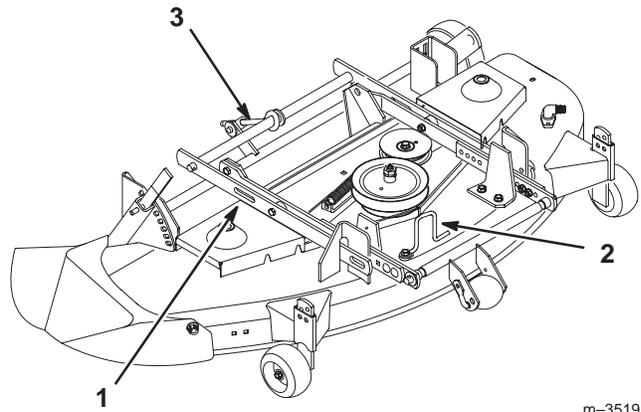

Bild 6
4. Positionieren Sie das Mähwerk, so dass die seitlichen Schlitz der Mähwerkbefestigungshalterungen (Bild 6) genau unter dem Mähwerk-Aushebungsarm des Traktors ausgerichtet sind.